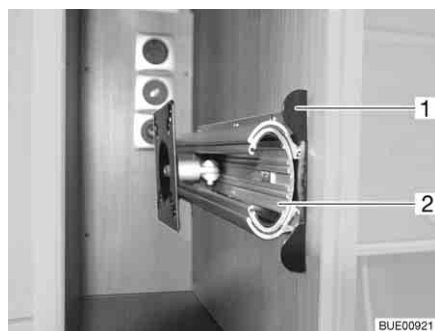

Fig. 55 Support dans le meuble de télévision
- Enfoncer la barre de déverrouillage (Fig. 55,1).
- Faire entièrement sortir la rallonge (Fig. 55,2).
- Faire coulisser la rallonge (Fig. 55,2) jusqu'à ce que la barre de déverrouillage (Fig. 55,1) s'enclenche.